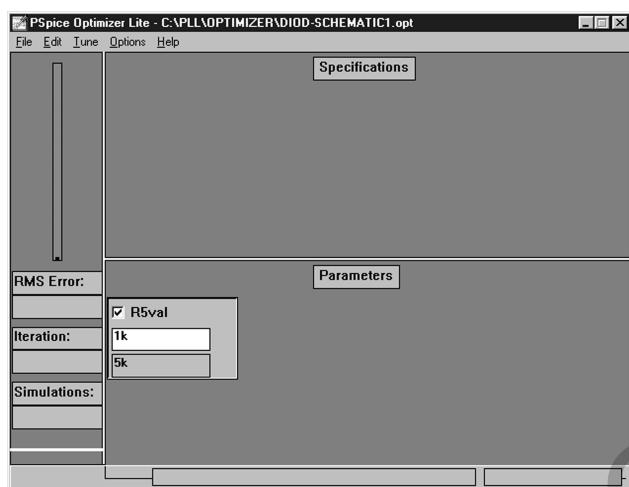

Рис. 6.4. Окно программы PSpice Optimizer
5. Запустим программу PSpice Optimizer, выбрав в программе Capture пункты меню PSpice→Run Optimizer. В результате получим окно программы PSpice Optimizer, приведенное на рис. 6.4.